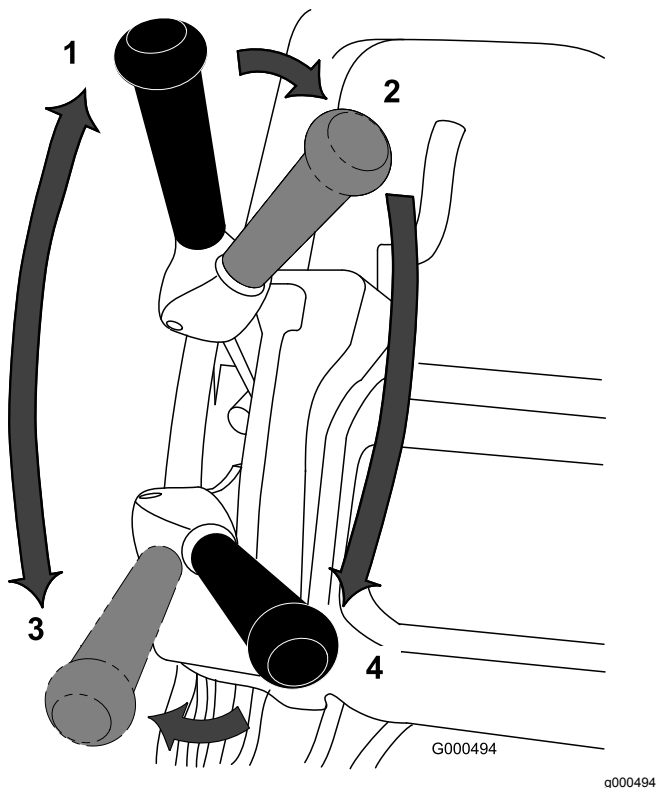

图38
1. 启动发动机将油门设置为低速向下推动手柄以提起滚刀组压低操作员到位控制装置将牵引和滚刀驱动接合杆移至前进行驶位置使机器行驶到果岭的环圈上图38。
2. 将接合杆移至空档位置图38。
- 将接合杆移至牵引——空档位置和滚刀驱动——分离位置 图38。
- 将牵引杆移至牵引——前进和滚刀驱动——接合位置 图38 增加油门速度直至机器按照所需的地面行驶速度行驶将机器行驶到果岭上将滚刀组放低到地面上然后开始剪草。